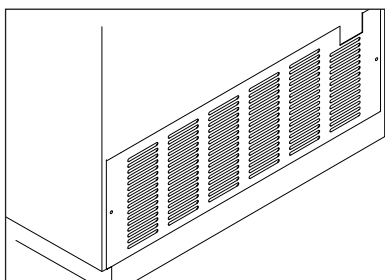

fig. 3
**VIGTIGT!** Der skal være fri adgang til ventilationsristen (fig. 3).